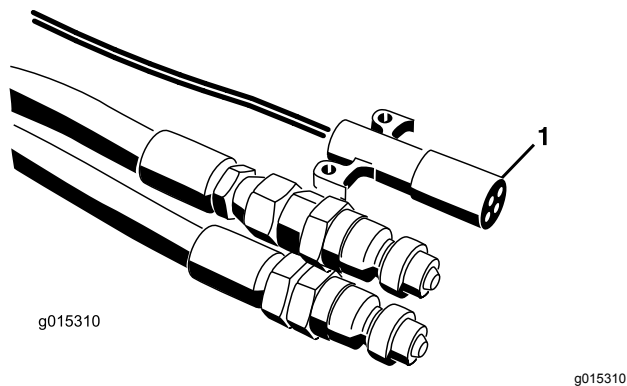
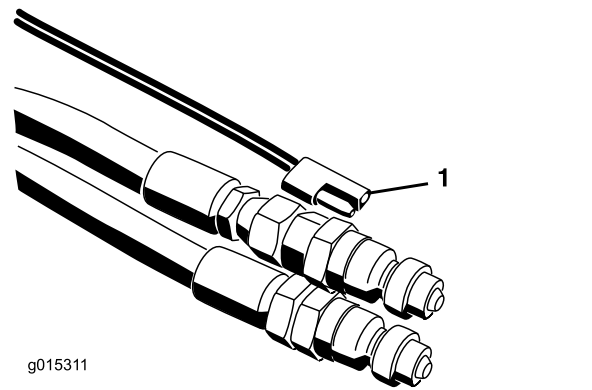

Bild 21
Bild 22
7. Schließen Sie den Stromkabelbaum an der Zugmaschine an (Bild 21 und Bild 22). Legen Sie das Ein/Aus-Bedienfeld an SH-Modellen in Griffweite vom Fahrersitz. Stellen Sie sicher, dass der Schalter ausgeschaltet ist.